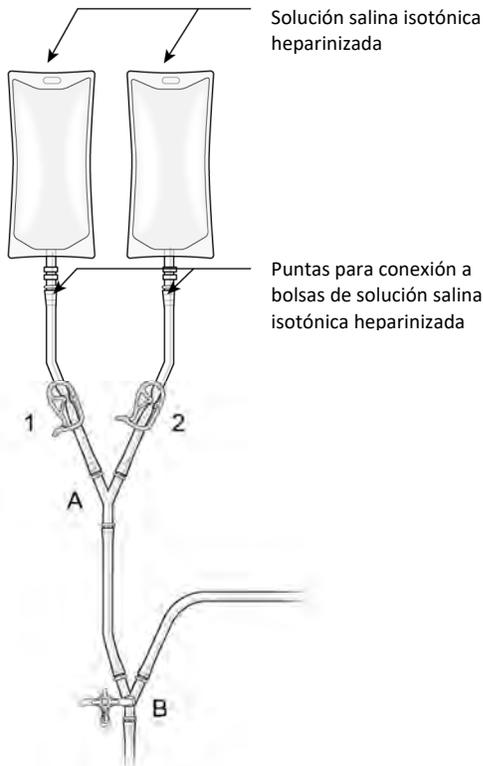

Figura 13
- (I) Cuelgue dos bolsas de solución salina isotónica heparinizada estéril y conéctelas al circuito mediante las puntas, como se muestra en la figura 13, para permitir cebar por gravedad los componentes del circuito.